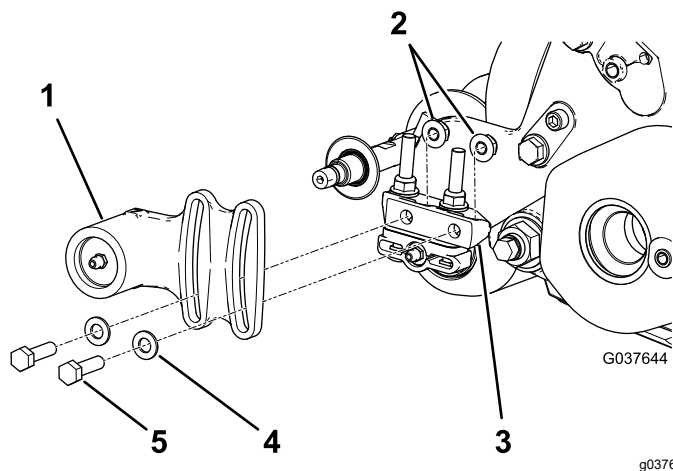
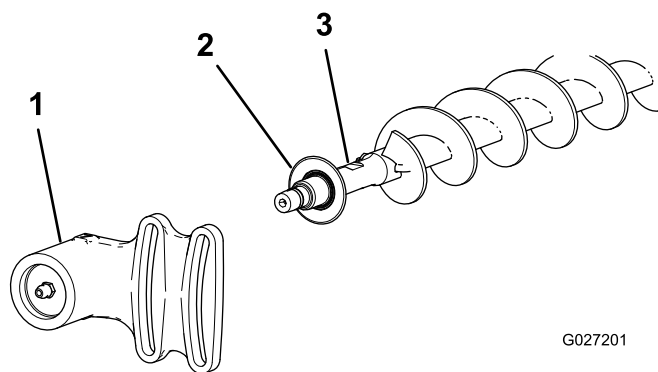

Figura 20
Figura 21
1. Se sull'apparato di taglio è installata una spazzola per rulli, togliete i 2 bulloni, le rondelle e i dadi che fissano l'alloggiamento del cuscinetto secondario alla staffa di montaggio dell'alloggiamento del cuscinetto (Figura 20 e Figura 21).
2. Fate scorrere l'alloggiamento del cuscinetto secondario e la guarnizione fino a estrarle dall'albero della spazzola (**Figura 21**).
9. Installate la guarnizione e l'alloggiamento del cuscinetto secondario sull'albero della spazzola (**Figura 21**).